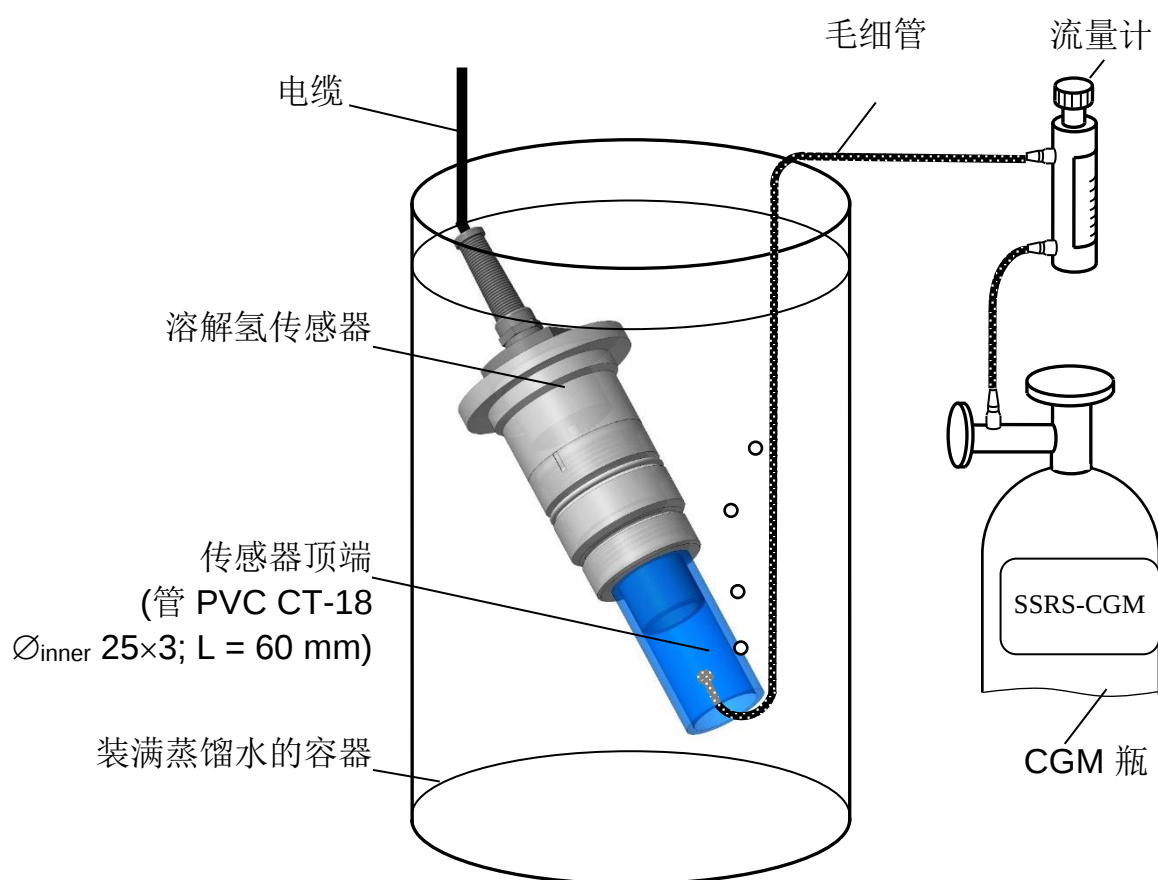

图3.1 – 仪表校准：使用 SSS-CGM 标准气体
- 使用已知氢气浓度的 SSS-CGM 气体 (国家标准样品气体-气体混合物) 或者使用已知溶解氢浓度 DHC 的溶液. 为此，请将管 PVC CT-18 装到传感器，并使用毛细管将 SSS-CGM 气体通往传感器膜上，如图 3.1 所示.